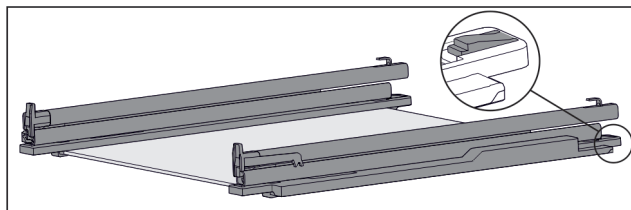

Fig. 116 Glasplatte mit Schienen und Halteteilen
- Halteteil hinten herunterdrücken (siehe Fig. 116) und